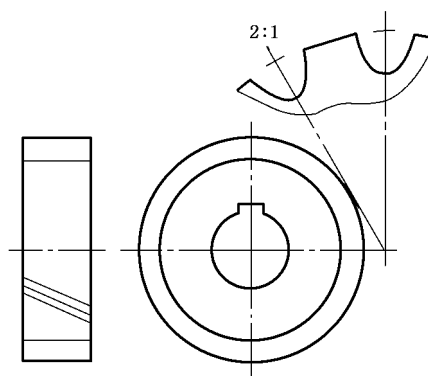
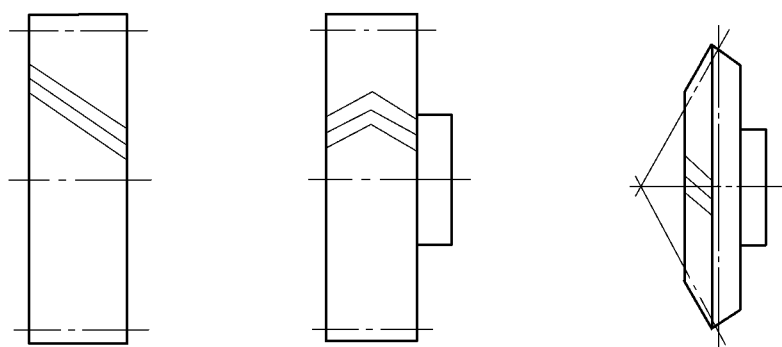

图 6 圆弧齿轮画法
图 8 齿线的表示法
3.5 当需要表示齿线的特征时,可用三条与齿线方向一致的细实线表示(图 6、图 8)。直齿则不需表示。
3.7 圆弧齿轮的画法见图 6。